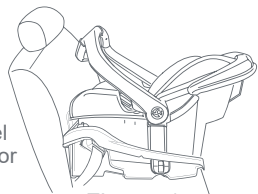

Fig. 55-1
1. **Silla de Seguridad con base:** Asegúrese de que el vehículo esté estacionado en un terreno nivelado. Bloquee la Silla de Seguridad en la base y verifique que la silla esté nivelada de lado a lado en el asiento del vehículo (Fig. 55-1). Verifique que el Indicador de ángulo de la silla coincida con el peso de su hijo.